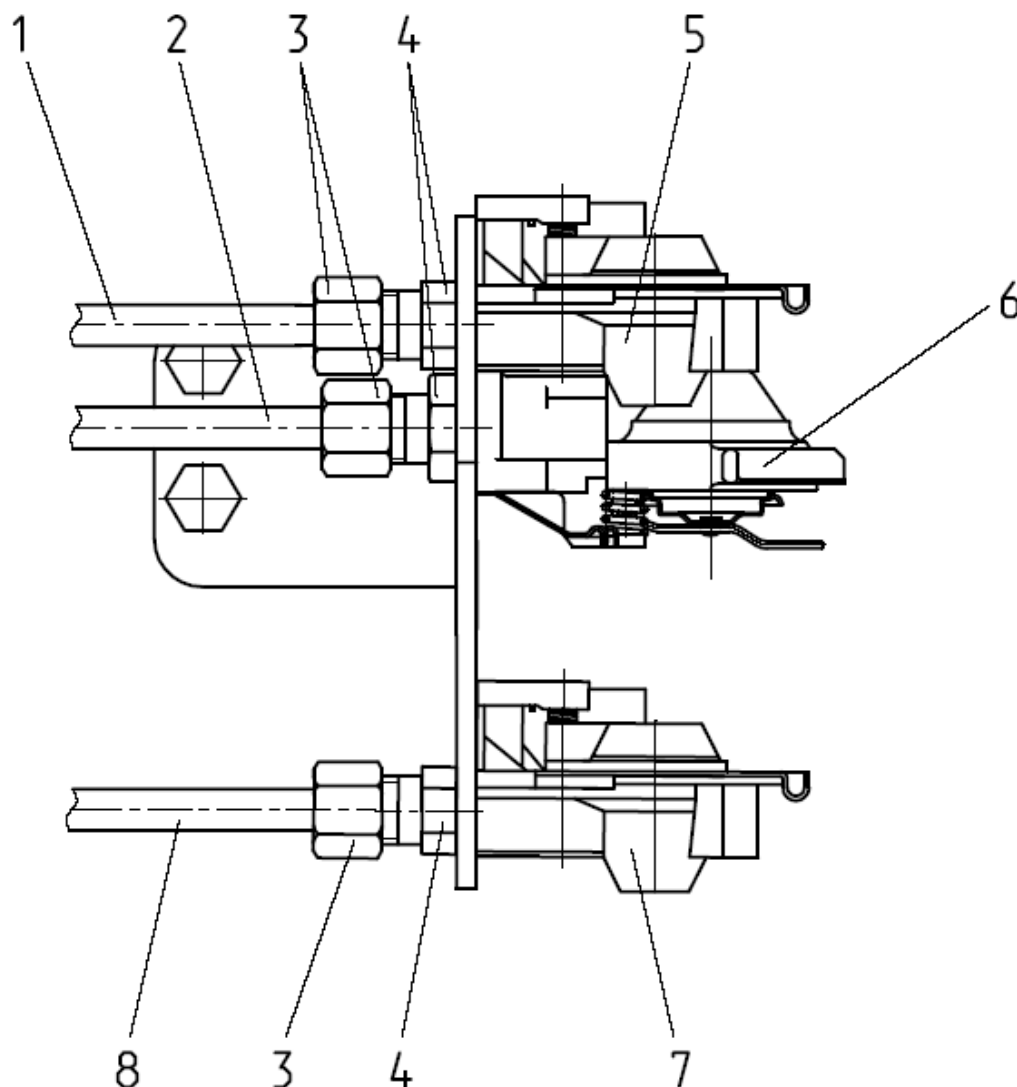

Рис.4.79 Головки соединительные.
- 3.1) отверните накладки гайки (3), (рисунок 4.79);
- 3.2) отсоедините от головок соединительных (5), (6), (7), (рисунок 4.79), трубопроводы (1), (2), (8);
- 3.3) отверните штуцеры (4), (рисунок 4.79);
- 3.4) снимите головки соединительные (5), (6), (7), (рисунок 4.79).